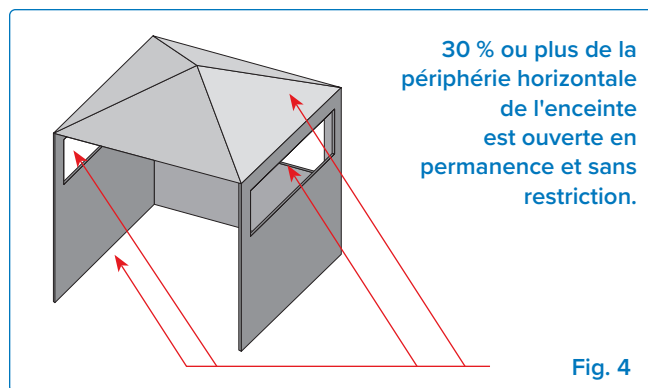
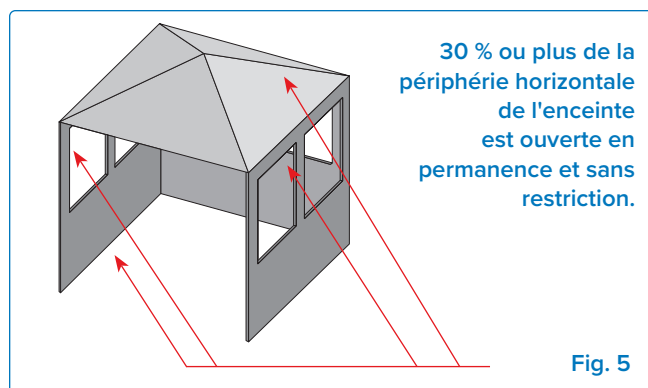

Fig. 4
Fig. 5
- Un appareil est considéré comme étant à l'air libre s'il est installé dans un abri comportant trois parois latérales et un couvercle, à condition que 30 % ou plus de la périphérie horizontale de l'enceinte soit ouverte en permanence. **(Fig. 4 et Fig. 5).**